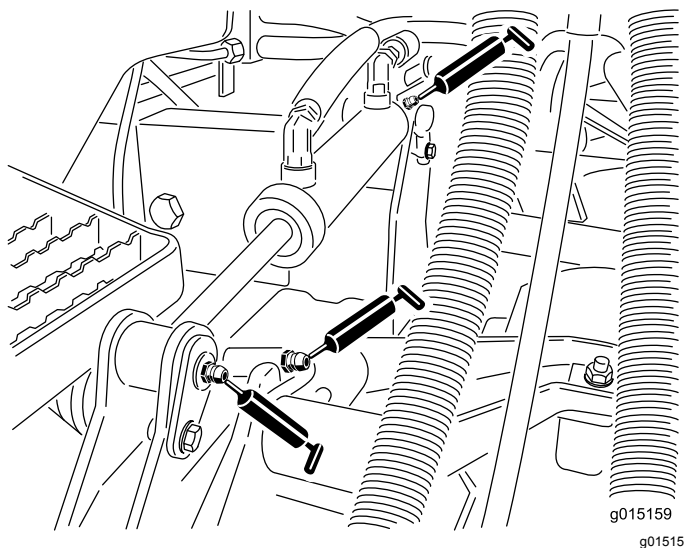

Рисунок 44
- Втулки подъемных рычагов (по 1 шт. на режущий блок) (Рисунок 44)
- Втулки подъемных цилиндров (по 2 шт. на режущий блок) (Рисунок 44)